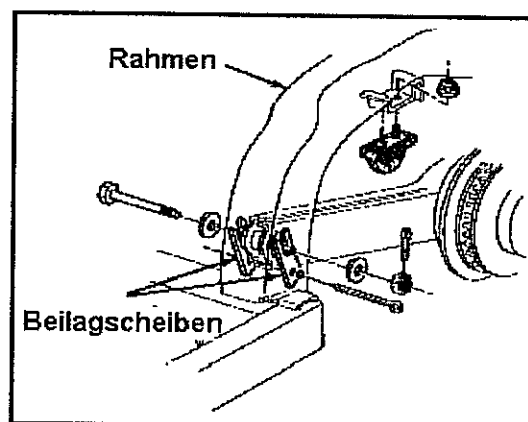

Abb. 7-70 Längslenker
Entfernen des Längslenkers, siehe Abb. 7-70
- Die Schraube am Anlenkpunkt des Längslenkers am Rahmen einsetzen. Den Beilagscheibensatz an der Innenseite und Außenseite des Längslenkers am Rahmen ansetzen. Wie in Abb. 7-70 gezeigt den Splint einsetzen, um beide Beilagscheibensätze zusammen zu halten. Der Splint wird hierbei von außen eingesetzt.